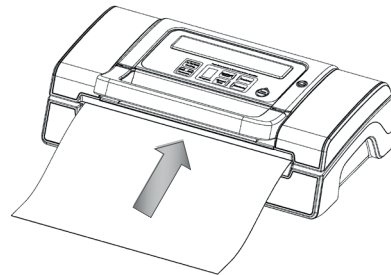

Fig. 8
8. Tryk på håndtaget for at åbne låget og tage posen ud af maskinen. Posen er færdig og klar til brug (fig. 8).